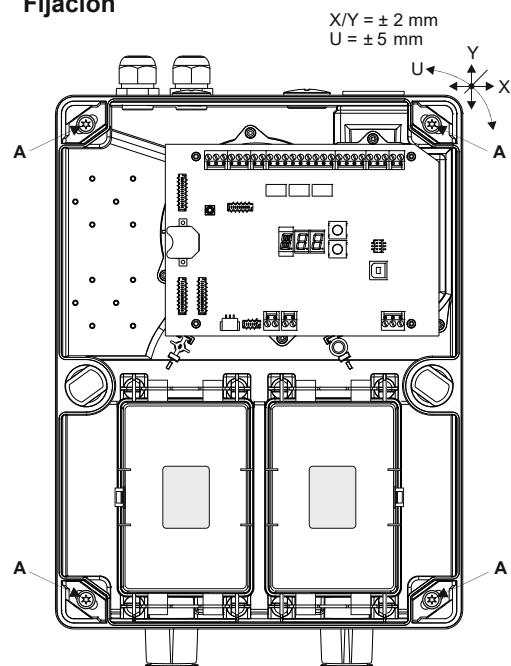

Fig. 15 Apertura, cierre y fijación de la caja de detector
- Para accionar los **cierres giratorios de resorte**, estos deben **presionarse firmemente** con el destornillador en dirección al fondo de la caja y, a continuación, **girarse 90°**. La posición de la ranura de los cierres indica su estado (véase también la **Fig. 15**):